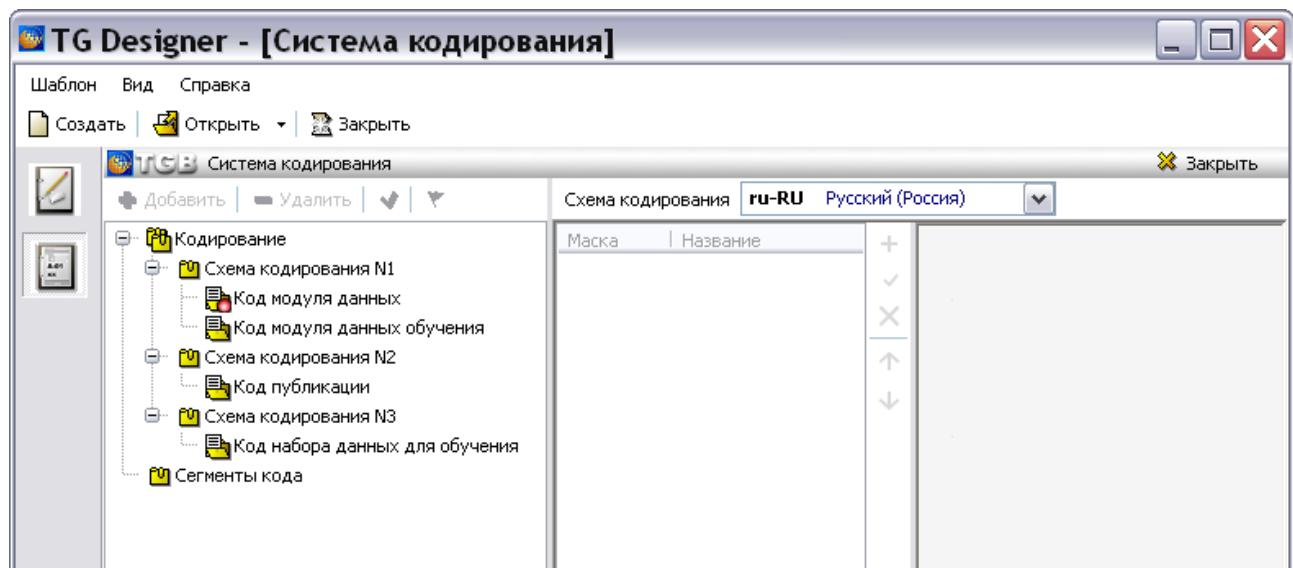

Рис. 2.7
6. Создайте еще 2 схемы кодирования – N2 и N3 и их варианты схем кодирования – «Код публикации» и «Код набора данных для обучения» соответственно (Рис. 2.7).